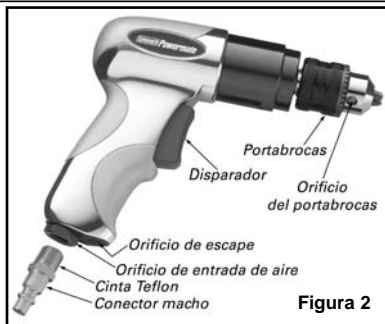

Figura 2
- Instale un conector macho NPT de 1/4" (no incluido) en el orificio de entrada de aire de la herramienta (ver Figura 2). **Nota: Utilice cinta Teflon® en todas las conexiones de rosca.**